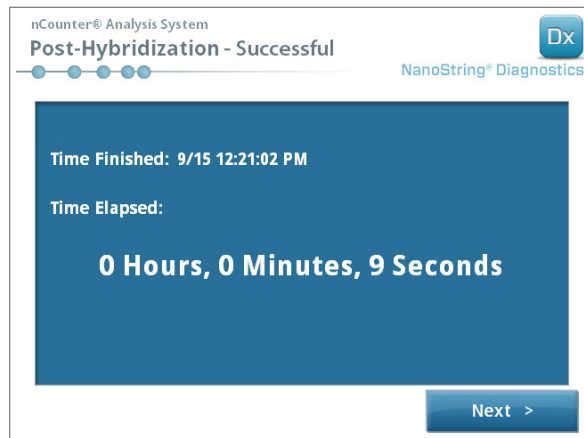

FIGURE 5.28 : Écran de traitement système terminé
17. Quand le traitement des échantillons est terminé, un écran bleu apparaît et le temps écoulé depuis la fin de la série est indiqué (FIGURE 5.28). Toucher **Next** (Suivant).